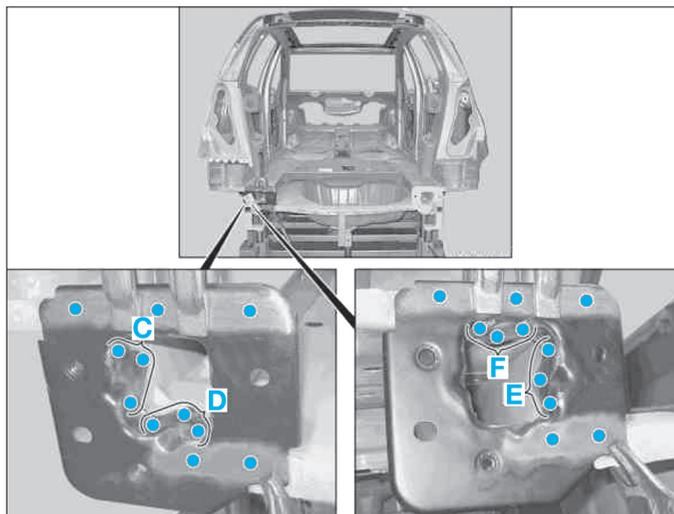

FIG. 130
- Souder la console gauche pour la fixation du bouclier, zones (C), (D), (E) et (F) (Fig.130).